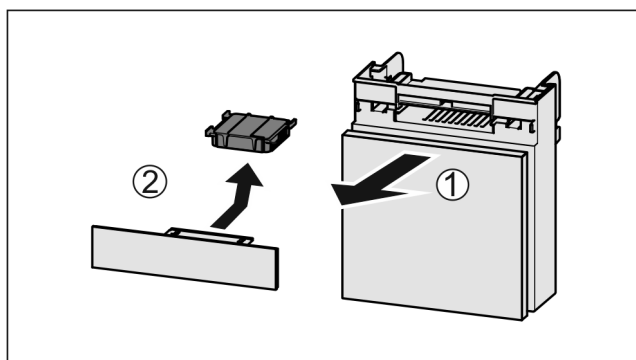

Fig. 159
- ▶ Zásuvku vytáhněte dopředu Fig. 159 (1).
- ▶ Filtr s aktivním uhlím vyjměte Fig. 159 (2).